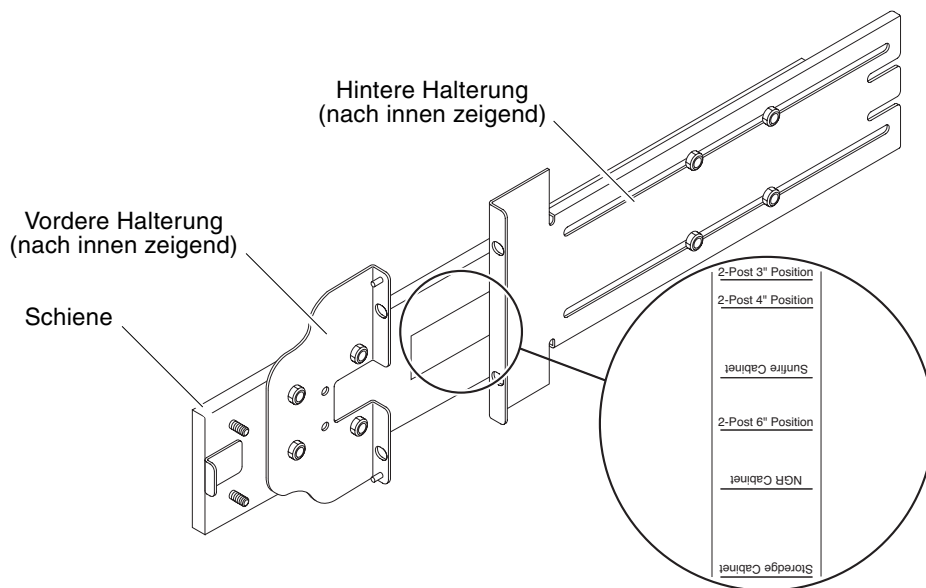

ABBILDUNG 1-3 Schienenmodul (bei einer Installation mit zwei Stützen)
Bei Installationen mit zwei Stützen können Sie die Schienenmodule demontieren und später erneut zusammensetzen (ABBILDUNG 1-3). Die Schienenmodule können so für Racks mit zwei Stützen und einer Stützentiefe von 7,5 cm bis 15 cm angepasst werden.
3. Drehen Sie die vordere Halterung um 180°, sodass sie nach innen zeigt, und befestigen Sie sie erneut (ABBILDUNG 1-3).
5. Drehen Sie die hintere Halterung um 180°, sodass sie nach innen zeigt (ABBILDUNG 1-3).